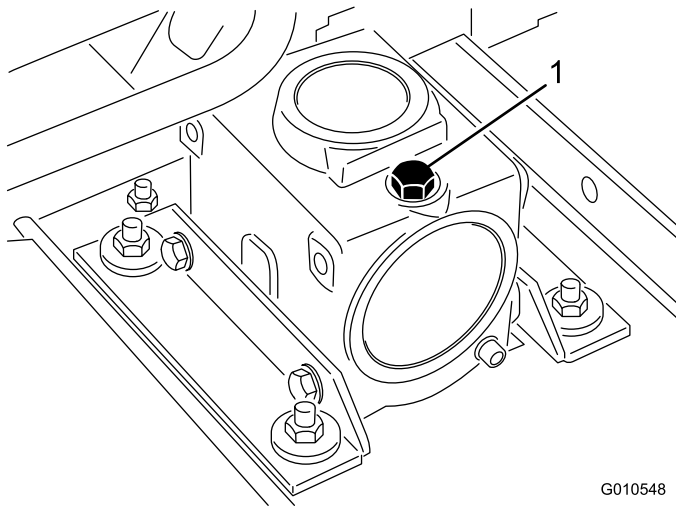

Figura 6
2. Retire la varilla/ tapón de llenado de la parte superior de la caja de engranajes (Figura 6) y asegúrese de que el lubricante está entre las marcas de la varilla. Si el nivel de lubricante es bajo, añada suficiente lubricante para que el nivel quede entre las marcas.